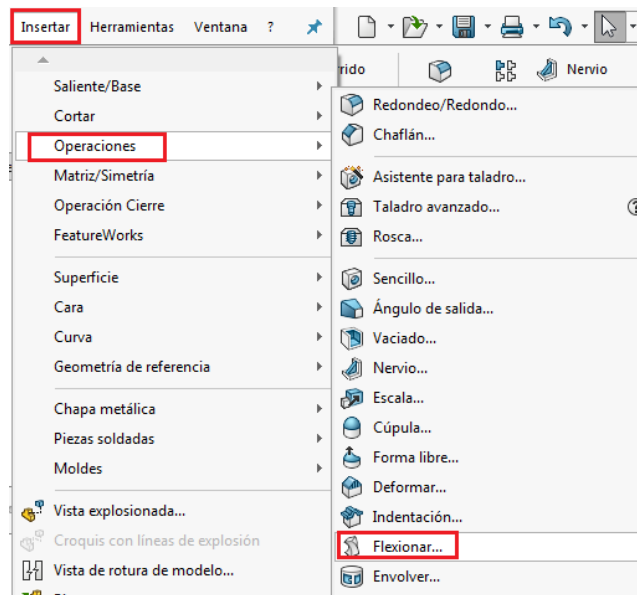

Ilustración 155
Paso 2: Se selecciona la operación **Flexionar** (ver ilustración 155).